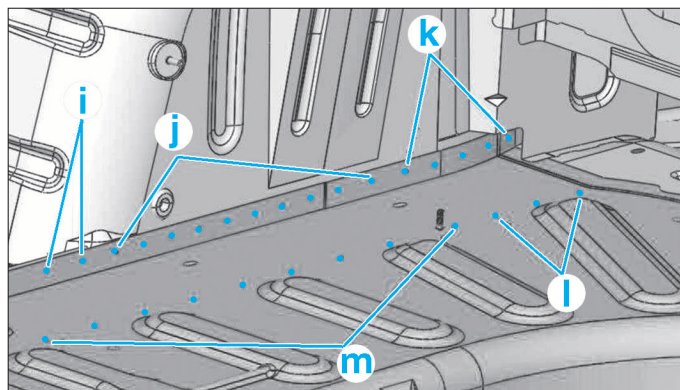

FIG. 109
- Fraiser (Fig.109) :
- (i) par points électriques (Fig.109).
- (j), (k), (l) et (m) par bouchonnage au Mig (Fig.109).